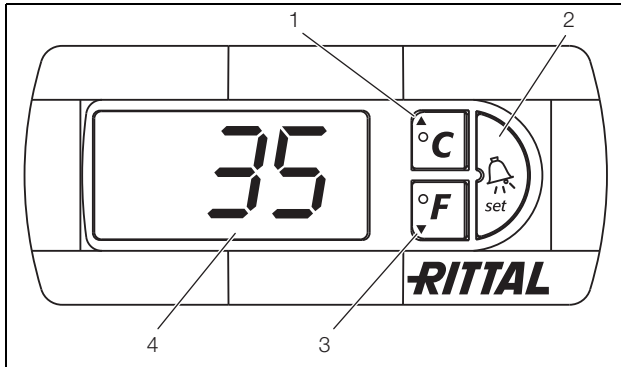

Imagen 17: Controlador e-Confort
El controlador e-Confort dispone de una indicación de 7 segmentos (imagen 17, nº 4). En esta se muestra, tras la conexión de la fuente de alimentación, durante aprox. 2 segundos la versión actual del software, así como la activación del modo Eco. A continuación una opción preajustada (por ej. t10) o bien la temperatura.
La programación del equipo se realiza a través de las teclas 1 – 3 (imagen 17). Los parámetros también aparecen en la indicación.
- Presione simultáneamente las teclas 1 y 2 (imagen 17) durante 5 segundos mínimo.
Con las teclas 1, 2 y 3 (imagen 17) puede modificar 24 parámetros dentro de los niveles preestablecidos (valor mín., valor máx.).